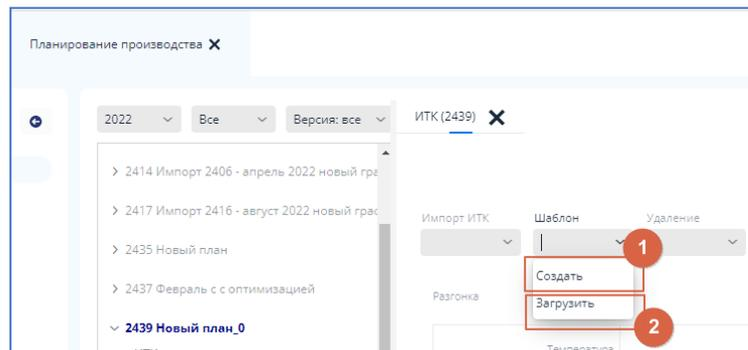

рис. 13.8. Создание ИТК из шаблона
- создать свой шаблон ИТК и сохранить его в каталоге (см. рис. 13.8. [1]);
- загрузить в шаблон лабораторные данные (см. рис. 13.8. [2]);